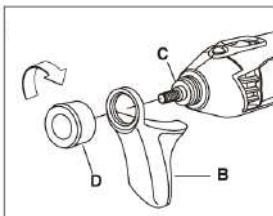

Рис. 4
2. Установите дополнительную рукоятку «B» и зафиксируйте ее защитным колпачком (рис. 4).